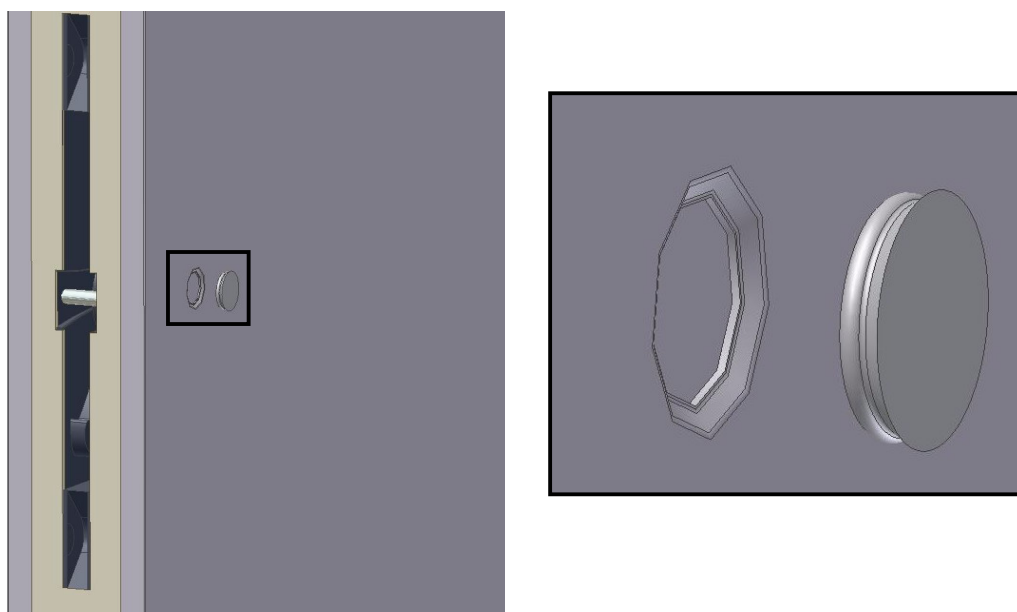

Fig. 7
- Après avoir serré tous les crochets, placer les **cache**s dans les trous (Fig. 7)